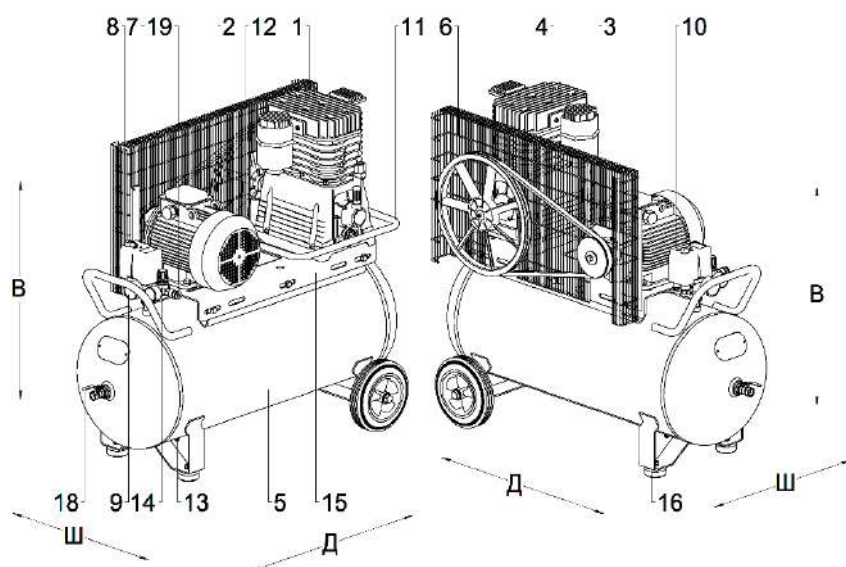

Рисунок 4 - Общий вид компрессора СБ4/С-100.АВ790(890)
- Выключить компрессор выключателем на реле давления. Для этого необходимо переключить выключатель в положение "О" (рисунок 4). После этого остановится электродвигатель и произойдет сброс давления из нагнетательного воздухопровода и поршневого блока.